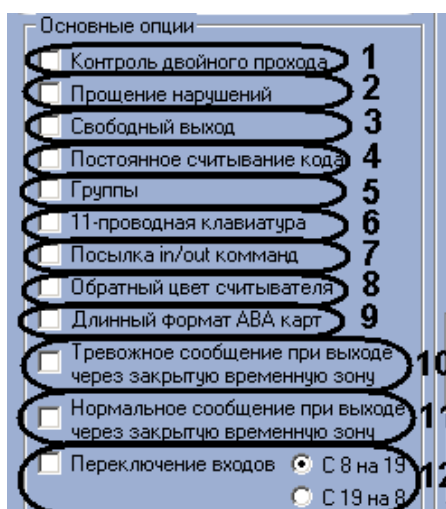

Рис. 3.3—3 Настройка основных параметров контроллера
- 6.1 Если требуется осуществлять контроль двойного прохода, необходимо установить соответствующий флажок (см. Рис. 3.3—3, **1**).
- 6.2 Установить флажок **Прощение нарушений**, если не требуется хранить в памяти нарушения пользователей (см. Рис. 3.3—3, **2**).
- 6.3 Установить флажок **Свободный выход**, если необходимо запрашивать доступ при проходе на выход (см. Рис. 3.3—3, **3**).
- 6.4 Установить флажок **Постоянное считывание кода**, если необходимо считывать код карты постоянно и независимо от длительности импульса выхода (см. Рис. 3.3—3, **4**).